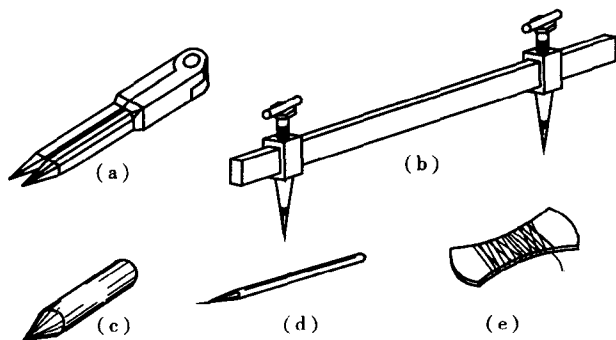

图 1-2 常用工具
(2) 常用工具有画规、地规、样冲、画针、手锤、粉线等（见图 1-2）。
1) 画规：如图 1-2 (a) 所示，也称圆规，用于画较小的圆或圆弧，也可用来截取线段。长度大小不同，一般用于画 1m 以
2) 地规: 如图 1-2 (b) 所示, 用途与画规类似, 只是用于画较大半径的圆。一般由工人自制。为防止画线时转动, 最好用方管制作。焊上螺丝钉, 下端最好焊上硬质合金尖, 以防磨损。松开锁紧螺钉, 即可对其两画脚距离进行调节。
3) 样冲: 如图 1-2 (c) 所示, 是用工具钢制成的, 常用废钻头改制。样冲尖部磨成 $45^{\circ}\sim 60^{\circ}$ 的尖角, 并淬火硬化。放样时, 用样冲来打标记。画圆时可在圆心处打小坑以保证规脚的位置。钻孔时打样冲眼使钻头容易找正。圆筒构件的筒身下料时, 用其标注中心线, 以备装配时找正。
4) 画针: 如图 1-2 (d) 所示, 一般用碳钢锻制而成, 长度约 220~300mm, 直径为 3~6mm, 尖端磨成 $10^{\circ}\sim 20^{\circ}$ 。尖端最好用铜焊上硬质合金。磨硬质合金时, 一定要轻磨常蘸水, 防止合金钢退火。
5) 粉线: 见图 1-2 (e), 多用棉质细线、丝弦缠在粉线轴或胶皮上, 用粉笔摩擦在线上打线。丝弦在使用前要用水煮一下, 使其变软。粉线多用于画大尺寸工件。用手上提时要拿正, 防止打出弧线。